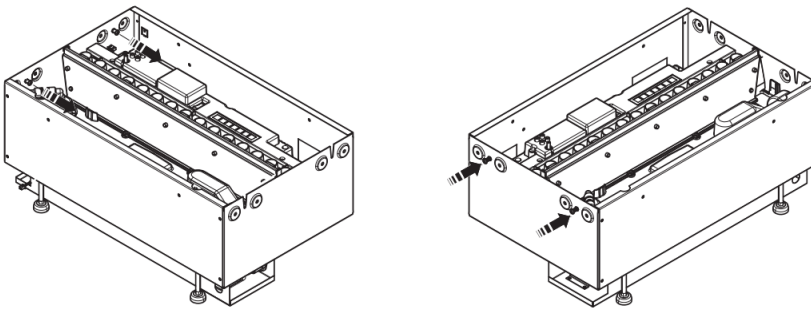

Fig. 18
1. Wenn das erste Produkt installiert und sicher befestigt ist, bereiten Sie das zweite Produkt vor, indem Sie die beiliegenden Schrauben lockern und sie auf die gegenüberliegende Seite der Metalstruktur festschrauben (Abb. 18).